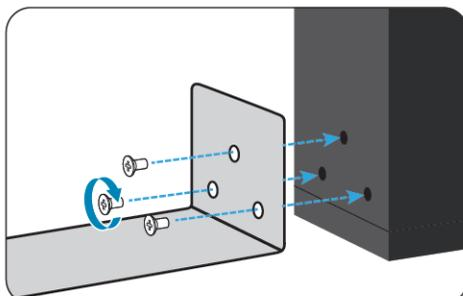

Рисунок 2 – крепление кронштейнов к корпусу
- Проверьте состояние и номинал установленного предохранителя (см. рисунок 2)